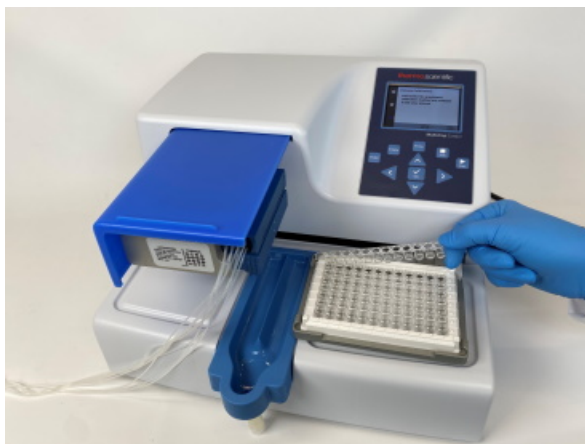

图 6-60. 移除待称重的微条
6. 打开分液盒上部的校准螺钉盖 (图 6-60)。
12. 称重已注液的板条 (图 6-60)。现在量称读取值应为 100 mg \pm 5 mg（细管盒）/1000 mg \pm 20 mg（标准管盒）。